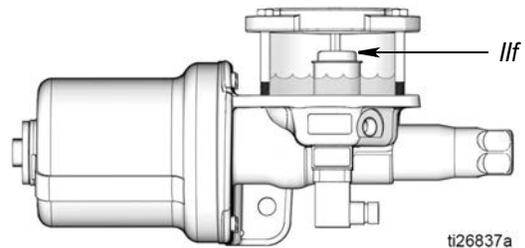

图 8: 完全向下移动位置的低液位浮球
分配机油时，低液位浮球开始向下移动。当液箱中的机油达到低液位时，完全向下移动的浮球（如图 8 所示）靠近常开低液位开关，低液位信号发送至润滑控制器 (J)。